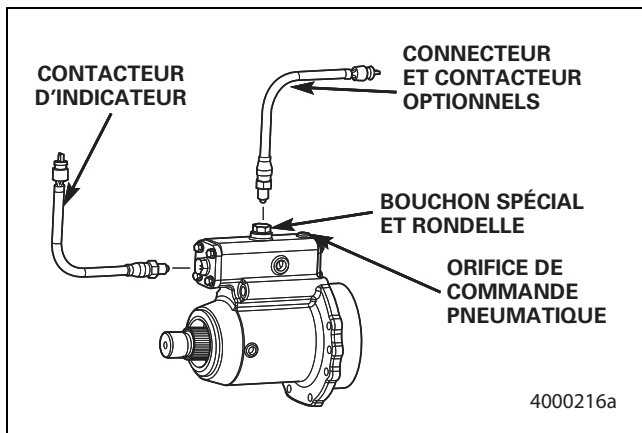

Figure 7.5
3. Installer le contacteur d'indicateur. Serrer le contacteur au couple de 25 à 30 lb-pi (34 à 41 N•m). Figure 7.5.
2. Vérifier que le contacteur se ferme lorsque la prise de force s'engage et qu'elle est prête à entraîner l'équipement. Figure 7.5.